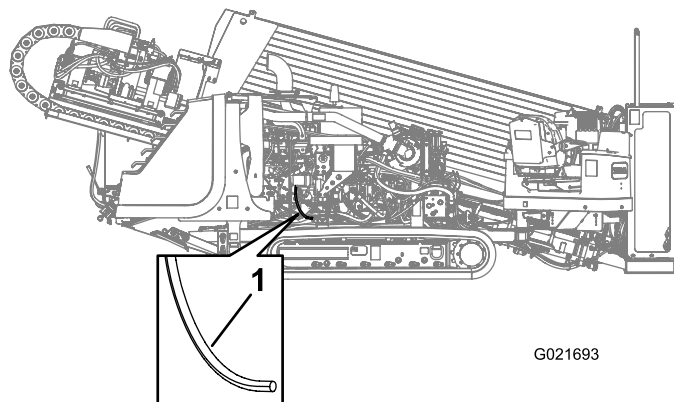

Bild 77
3. Ziehen Sie das Entlüftungsrohr des Kurbelgehäuses vorsichtig nach außen (Bild 77).
4. Reinigen Sie das Ende des Entlüftungsrohrs des Kurbelgehäuses (Bild 77).